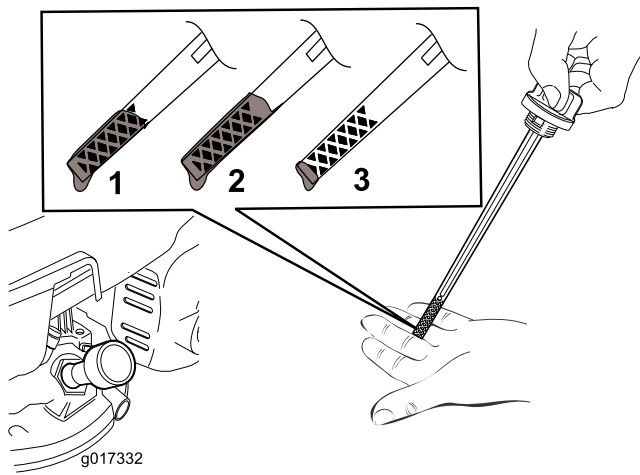

Figure 11
5. Pour déterminer le niveau d'huile correct indiqué par la jauge, voir (Figure 11).
**Remarque:** Versez de l'huile dans le carter moteur jusqu'à ce que la jauge indique le niveau correct, comme montré à la Figure 11. Si vous remplissez excessivement le carter moteur, vidangez l'excédent d'huile comme expliqué à la section Vidange de l'huile moteur.